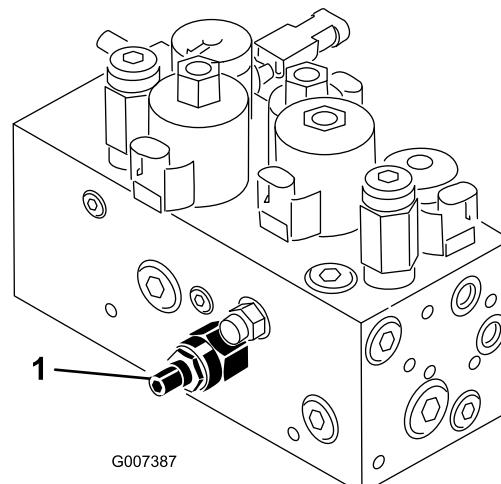

図 48
本機のカッティングユニット昇降回路にはフローコントロールバルブ図 48がついています。このバルブは、工場で所定の設定をされていますが、油圧オイルの作動温度の違い、刈り込み速度の違い、使用しているアタッチメントの違いなどにより、調整が必要になる場合がありますもし調整が必要になったら、以下の手順で行ってください。
1. 運転席を上げ、センター・プルフレーム用フローコントロールバルブ図 48を露出させる。